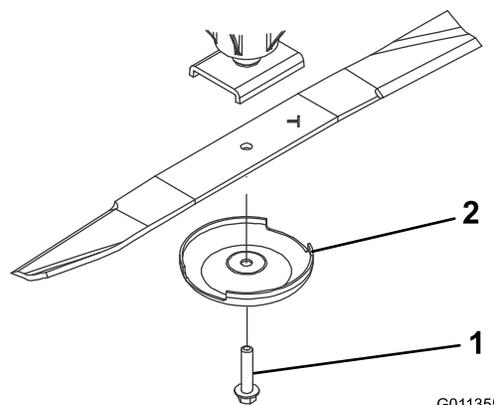

Figura 68
- Fixe a extremidade da lâmina utilizando um pedaço de tecido ou uma luva grossa. Retire o parafuso da lâmina, o recipiente anti-danos e a lâmina do eixo (Figura 68).
- Instale a lâmina, com a aba voltada para a plataforma de corte, com o dispositivo anti-danos e o parafuso da lâmina (Figura 68). Aperte o parafuso da lâmina com 115-149 Nm.